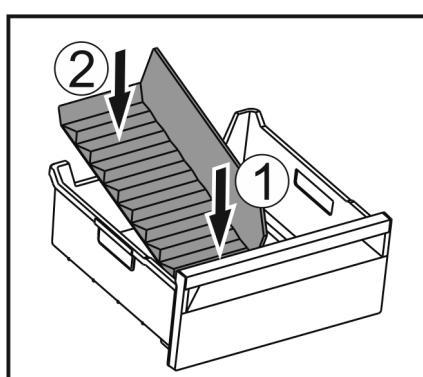

Fig. 64
- Установите переднюю часть разделителя отделения для льда. Fig. 64 (1)
- Опустите заднюю часть разделителя отделения для льда на дно выдвижного ящика. Fig. 64 (2)